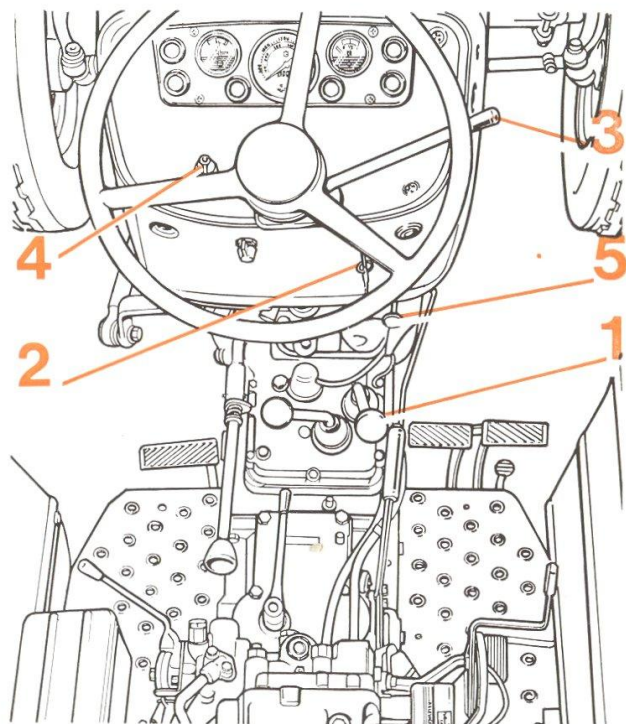

FIG. 30
4° Desserrer les raccords (5) côté injecteurs sur au moins deux tuyauteries ; amener la manette d'accélération en position maximale et actionner le démarreur à plusieurs reprises d'une durée d'une dizaine de secondes chacune en appuyant à fond sur le bouton (5 fig. 30) jusqu'à ce que le combustible s'écoule sans bulle d'air par les raccords des injecteurs.